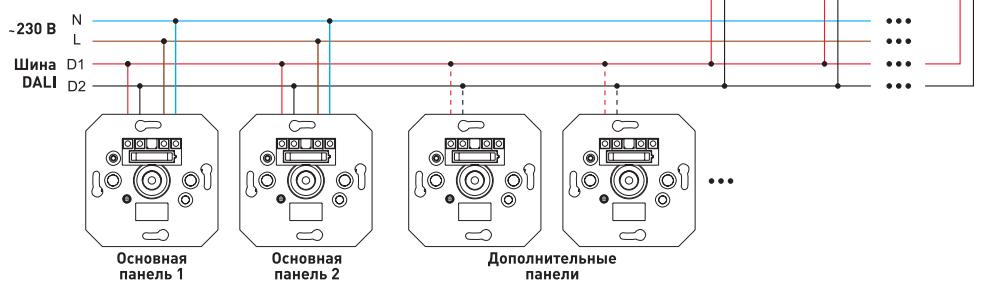

Рисунок 3. Схема соединения при подключении двух панелей к сети ~230 В.
- ▼ В схеме на Рис. 3 две основные панели управления получают питание от сети ~230 В и обеспечивают питание на шине DALI. Общий ток — 400 мА. Дополнительные панели получают питание по шине DALI от основных панелей. Управлять всеми диммерами можно с любой панели независимо.